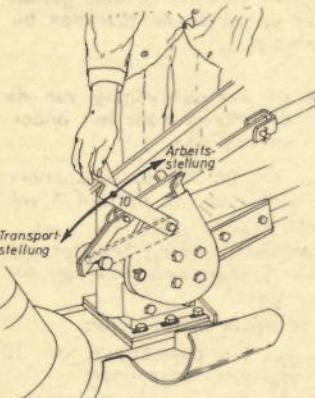

Abb. 7
3.6 Die Sperrfalle (Abb. 7)
3.6 Lock (Fig. 7)
3.6 Cliquet (fig. 7)
3.6 La barra di blocco (fig. 7)
3.6 De afsluitingsval (fig. 7)